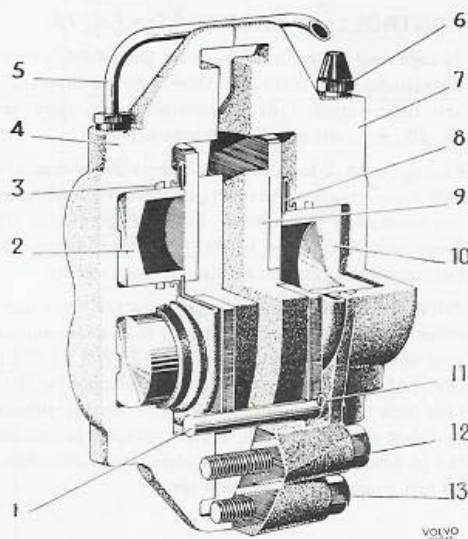
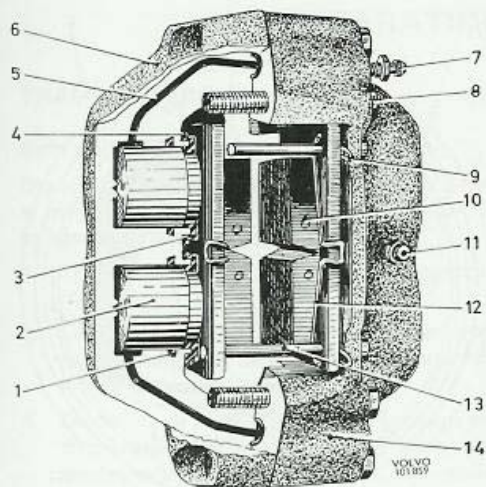

Bild 9. Bromsok
Bild 10. Bromsok, 2-krets B 20
På hjulspindeln är fästad en anordning för hjulcylindrar och bromsklotsar, i fortsättningen benämnd bromsok (2). Detta består av ett hus i två halvor förenade med hjälp av skruvar och placerade över bromsskivan. Utformningen är något olika beroende på vilket bromssystem vagnen är utrustad med. Bild 9 visar bromsok för system 1-krets och 2-krets B 18. I detta har den inre halvan en större kolv (10) och cylinder medan den yttre halvan har två mindre (2). Genom kanaler i huset står alla tre cylindrarna i gemensam förbindelse med huvudcylindern. Bild 10 visar bromsok för 2-krets B 20. I detta har vardera halvan två cylindrar och kolvar. Den övre cylindern är helt skild från den nedre cylindern men såväl övre som nedre står genom kanaler i förbindelse med motsvarande cylinder i den andra halvan. Tätningsringarnas uppgift är dels att hindra bromsvätskan att